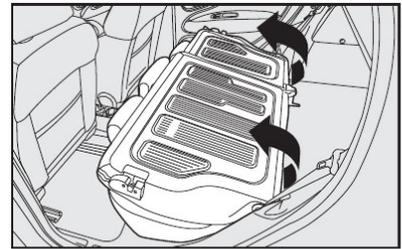

fig. 112
5) Rebatendo para a frente o encosto, passando os cintos pelos lados, até que este se apoie sobre o assento traseiro **fig. 112**.